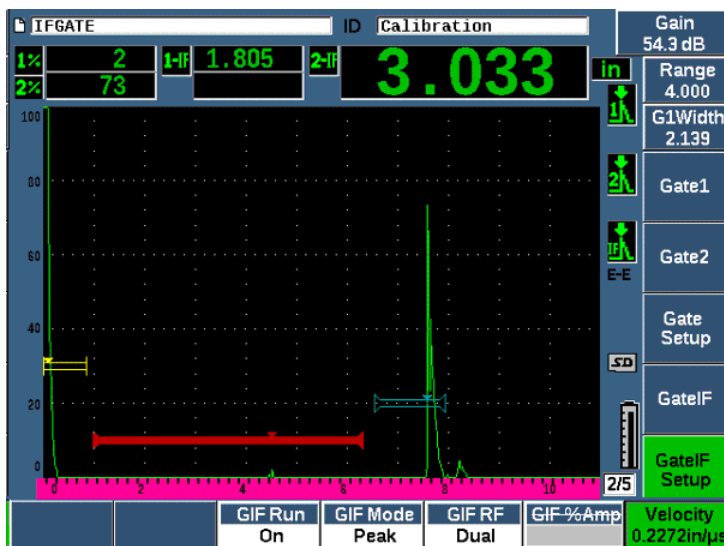

Figura 11-33 Definizione della Velocità di propagazione dell'onda ultrasonora del materiale
3. Uso della manopola di regolazione o delle frecce per definire la velocità di propagazione dell'onda ultrasonora (vedere Figura 11-33 a pagina 308).